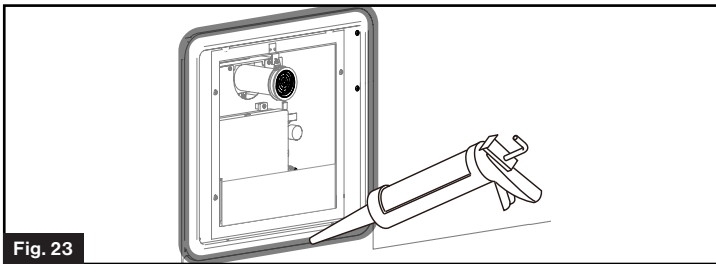

Fig. 23
- Aplique una cantidad abundante de sellador alrededor del marco de la puerta para llenar los espacios entre la pared de la casa rodante. (Fig. 23) Limpie el exceso de sellador.